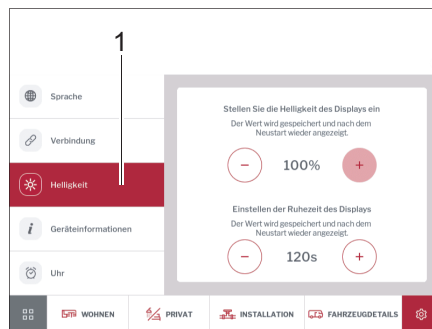

Bild 293 Ljusstyrka
- Klicka på knappen *Ljusstyrka* (Bild 293,1).